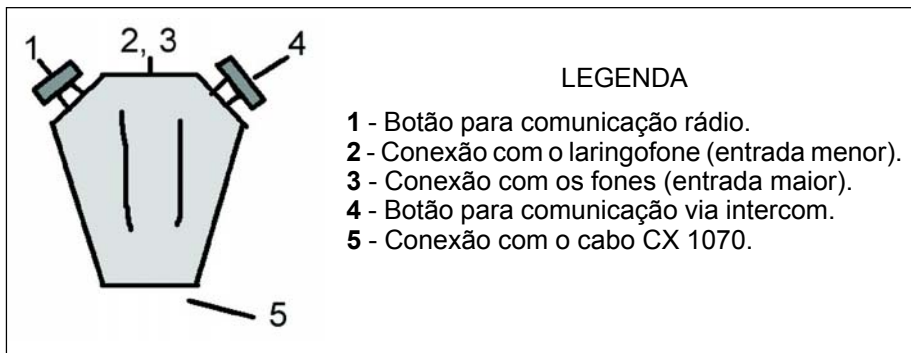

Fig 8-10. Caixa de peito
**e. Caixa de peito** (Fig 8-10) - Na caixa de peito são realizadas diversas conexões conforme o quadro abaixo: